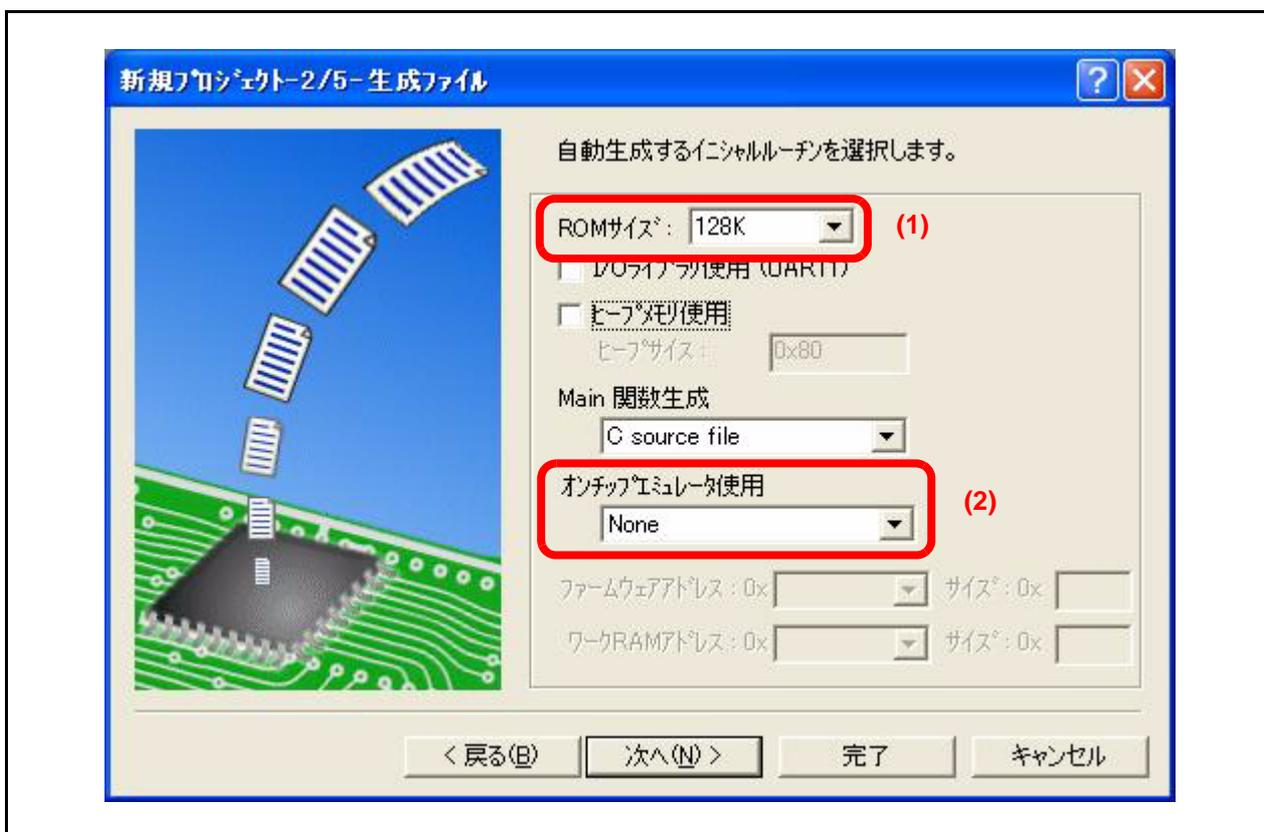

図31.1 “新規プロジェクト作成ウィザード-2/5-”の設定
新規にプロジェクトを作成する際、ROMサイズは“128K”を選択してください(図31.1 (1))。
また“C source startup Application”を選択した場合、オンチップエミュレータ使用は“none”を選択してください(図31.1 (2))。